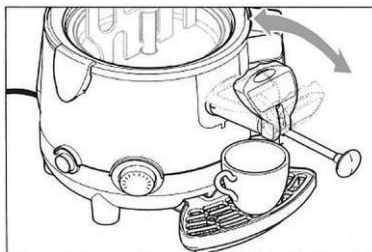

Fig. 11
1. Antes da limpeza, esvazie o recipiente com o aparelho ligado acionando a alavanca da torneira de purga (fig. 11).